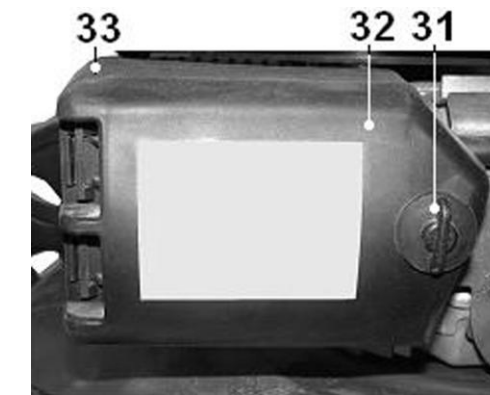

Рис. 15.
(1) Очищайте чаще, если двигатель эксплуатируется в условиях повышенной запыленности.
(2) Замена по состоянию.
(3) Рекомендуется производить данные работы квалифицированными специалистами в условиях сервисных центров.
9.4. Обслуживание воздушного фильтра (Рис. 15 - 16).